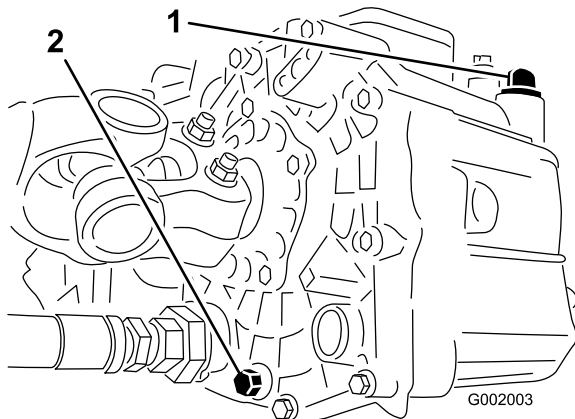

Figura 66
- Retire o bujão de escoamento da parte lateral do reservatório e deixe o fluido hidráulico escorrer para o recipiente (Figura 66).